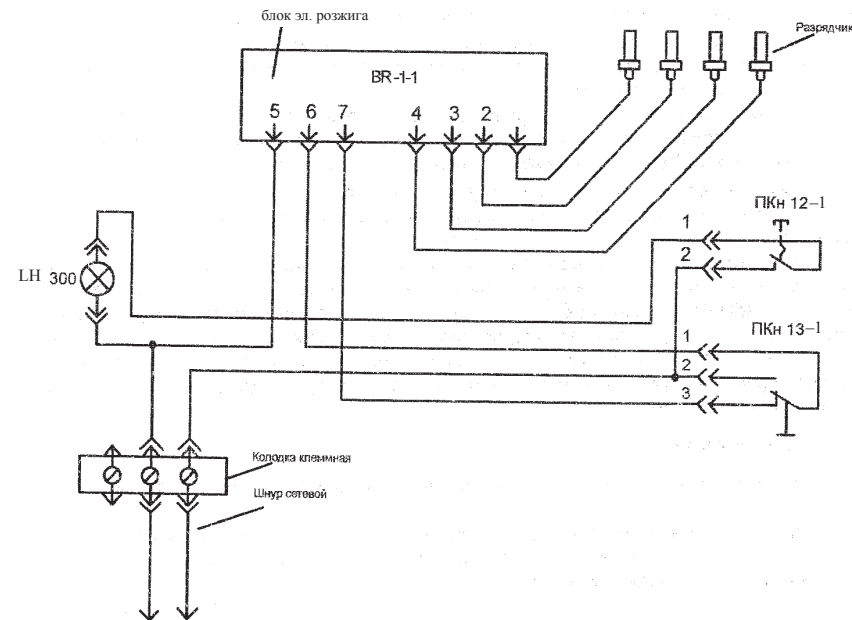

Рис. 7. Схема электрическая принципиальная
**Проверка электропроводки.** Проверить визуально правильность электромонтажных соединений на плите. В случае разъединения штекеров соединить согласно приведенной схеме (рис. 7).